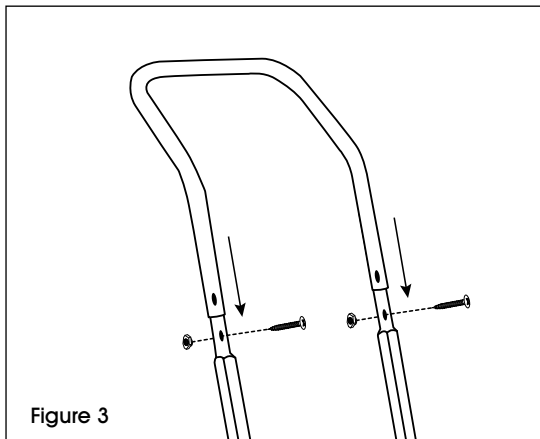

Figure 3
1. Slide the handle into the top of the frame. Align holes in handle and frame. (See Figure 3)
2. Insert two 5/16" x 1 1/2" screws through the front of the handle and frame and secure with two 5/16" locknuts. (See Figure 3)
1. Insérez la poignée dans la partie supérieure du cadre. Alignez les trous de la poignée et du cadre. (Voir Figure 3)
2. Insérez deux vis de 5/16 po x 1 1/2 po à l'avant de la poignée et du cadre et fixez-les à l'aide d'écrous freinés de 5/16 po. (Voir Figure 3)